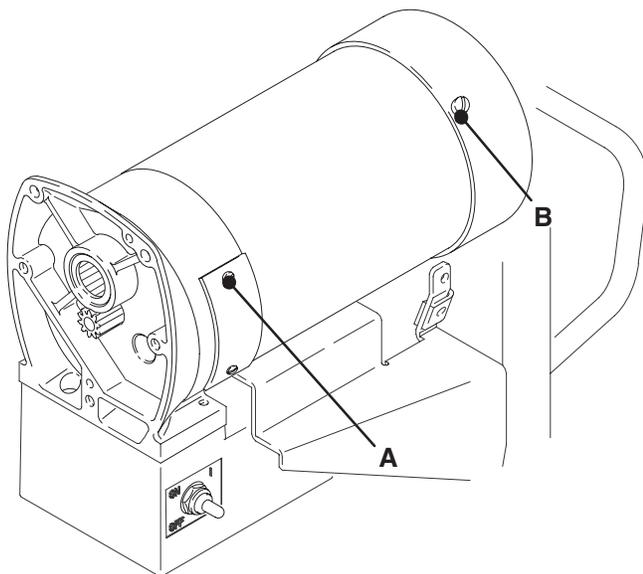

Fig. 3
3. Fig. 3. Enlever les trappes de visite des balais (A).
1. Enlever le capot du ventilateur (B). Voir Fig. 3.